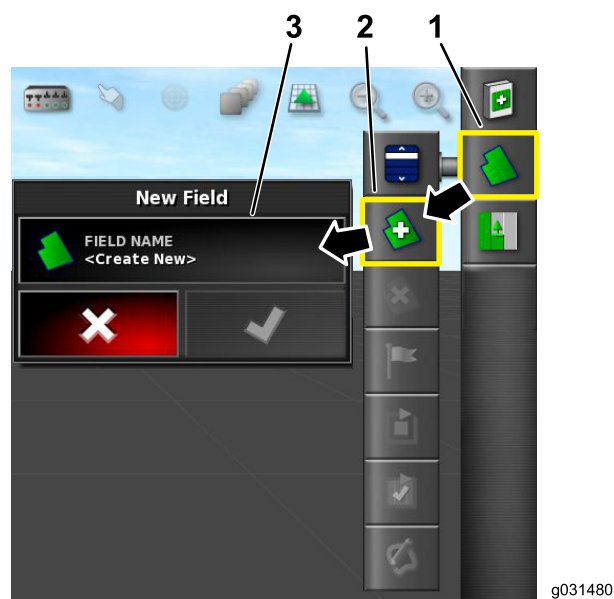

Figura 4
3. Seleccione el nombre de la parcela, escriba un nombre para la parcela y confirme (Figura 4).